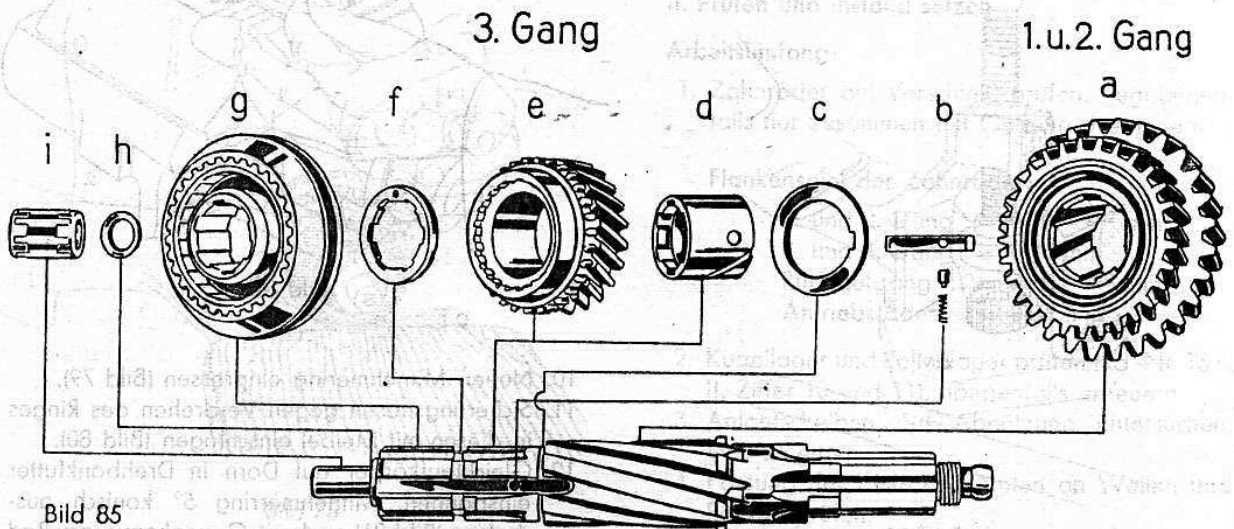
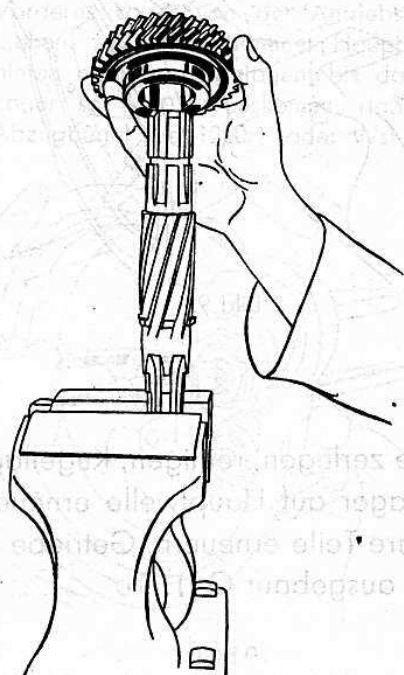

Bild 85
Bild 86
3. Schieberad vom 1. und 2. Gang (a) (Bild 85) auf Hauptwelle von vorn nach hinten aufschieben (Bild 86).